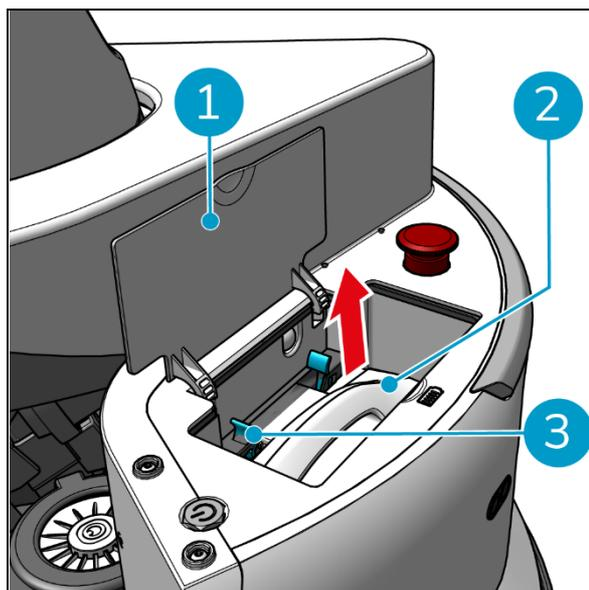

Figure 49
2. Ouvrez le couvercle du compartiment à piles (Figure 49, pos. 1).
3. Tout en appuyant sur les languettes bleues (Figure 49, pos. 3), tirez la batterie (Figure 49, pos. 2) hors du compartiment.